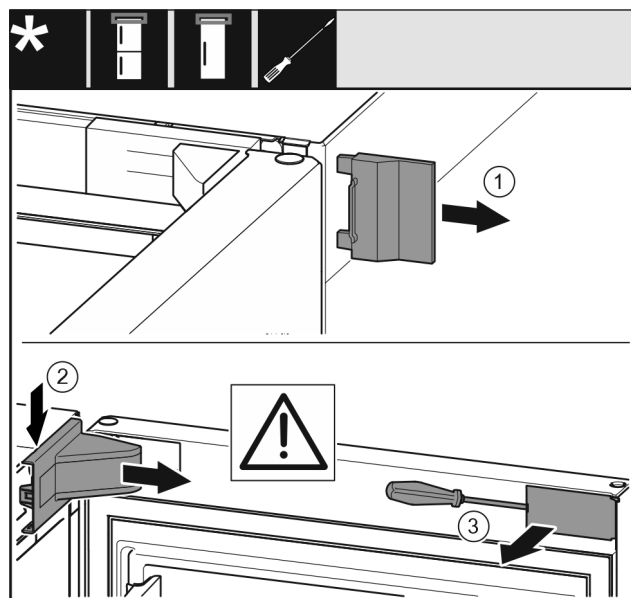

Fig. 10
- Ta bort det yttre skyddet Fig. 10 (1).
- Lossa lagerbockskyddet Fig. 10 (2) och ta av det.
- Lossa panelen Fig. 10 (3) med spårskruvmejsel och sväng den åt sidan.